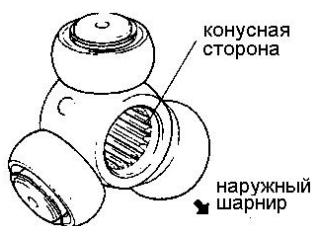

Рис. 3-27.
- установите тройной шарнир конусной стороной к наружному шарниру (как показано на рис. 3-27.) и совместите метки, поставленные при разборке;